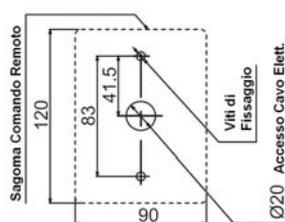

Fig. 1
2. Praticare 3 fori nel muro (Fig.1), uno per il cavo, due per le viti di fissaggio. Applicare i tasselli se necessario